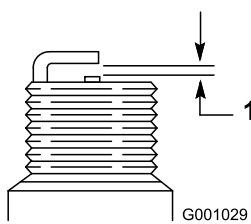

Figure 51
4. Réglez l'écartement des électrodes à 0,76 mm (Figure 51).